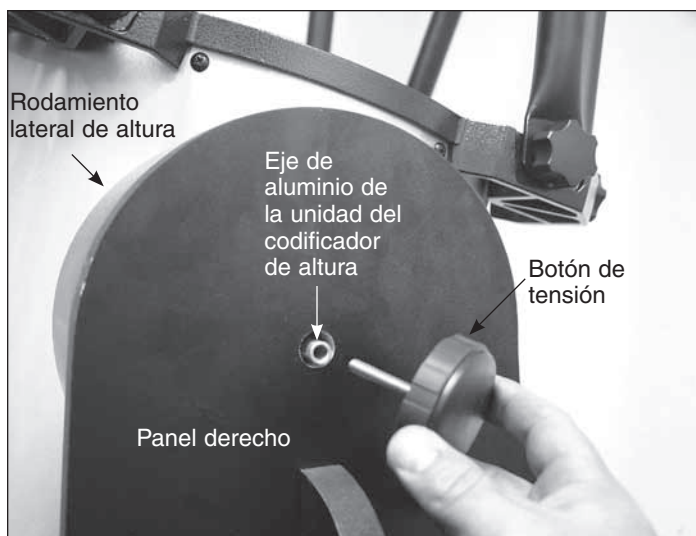

Figura 26. El otro botón de tensión atraviesa el eje hueco de aluminio del codificador de altura y se enrosca en el otro rodamiento lateral de altura del tubo.
3. Tome el otro botón de tensión y empújelo a través del eje de aluminio del codificador de altura (que ahora sobresale del panel lateral derecho) y en el otro rodamiento de altura del tubo (figura 26). Puede subir y bajar ligeramente el codificador de altura con el botón a fin de alinear el eje del botón con el agujero roscado del rodamiento de altura del tubo. Asegúrese de que este botón siempre está bien apretado o el codificador de altura del IntelliScope no funcionará correctamente.